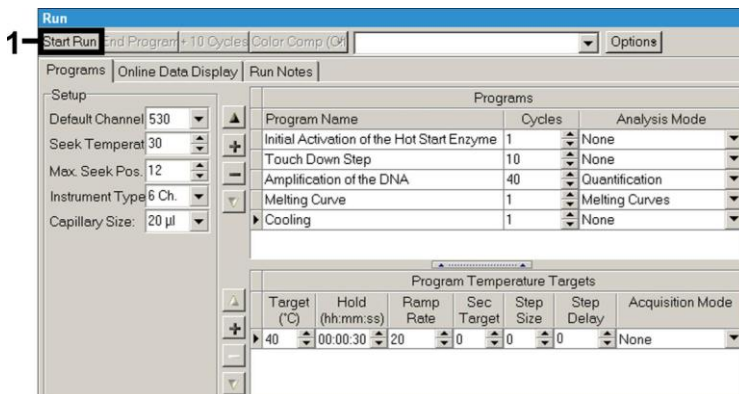

Fig. 13: Início do ensaio de PCR.
- Para iniciar o ensaio de PCR, mudar para o campo *Run* (Ensaio) e ativar a função *Start Run* (Iniciar ensaio) (ver Fig. 13). O programa PCR irá